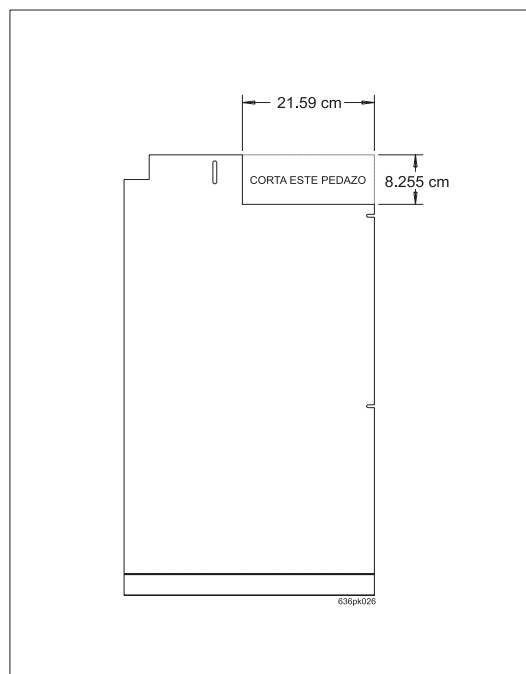

Ilustración 3
4.) Remover la cubierta de agua. Haremos modificaciones quitandola esquiná del mano derecho. (consulte la ilustración 3).